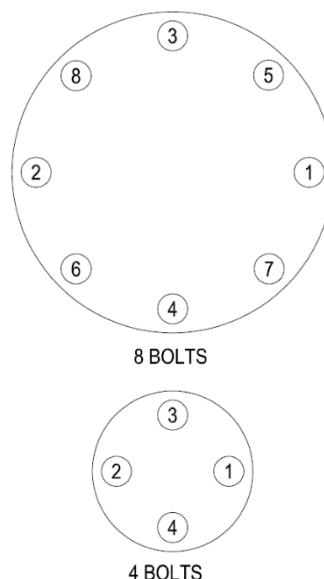

图 8 - 螺栓锁紧顺序
- 根据图 8 以十字交叉的方式及每次 25% 的增量。例如, 如果需要的扭矩是 100 ft-lb, 每一次增量为 25 ft-lb, 以 25 ft-lb 锁紧, 然后是 50 ft-lb, 75 ft-lb, 100 ft-lb。比下图更多数量的螺栓也是以同样的十字交叉方式来锁紧。